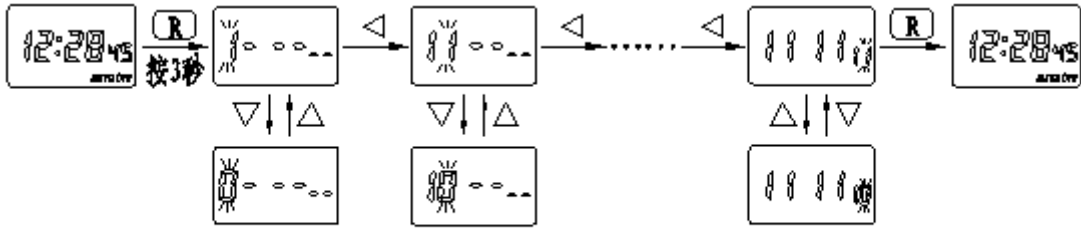

图8 时控开关设置密码流程图
4.2.1.2 如用户需要重设密码，在解锁状态下按“R”键3秒钟，输入自己需要设置的密码，设定完成后按“R”键退出。密码设置流程图见图8。